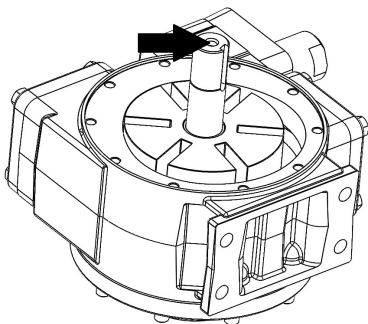

Figura 8 – Posizione per l'anello di sollevamento del rotore/albero
- a. Rimuovere il tappo della valvola (1) e ruotare la vite di regolazione (2) per diminuire la pressione sulla molla.
- b. Rimuovere le viti a tappo del coprivalvola (5) e il coprivalvola (4).
- c. Rimuovere la guida della molla (7), la molla (8) e la valvola (9) dal foro della valvola.
- 11) Rimuovere il gruppo magnete condotto (52) e la chiave (35A). Appoggiare il gruppo magnete condotto su una superficie non magnetica, e lontano da altri componenti magnetici.
- 12) Sfilare l'interno testata (20) dall'estremità bagnata dell'albero (13) e metterla da parte. Per sfilare la testata potrebbe essere necessario esercitare una piccola leva intorno al diametro esterno, nel caso risulti difficile toglierla. Rimuovere e smaltire l'o-ring (72).
- 13) Rimuovere le palette (14). Controllare eventuali usure.
- 14) Rimuovere con attenzione il rotore/albero (13) dal cilindro della pompa. Per aiutare la rimozione è possibile installare un anello di sollevamento (filettatura 5/16-18 UNC) all'estremità del rotore/albero. Vedere figura 8. Assicurarsi che il rotore/albero non sia danneggiato e che non danneggi il cilindro, la boccola o la testata.
- Installare il nuovo o-ring del copricuscinetto (26) nella scanalatura dell'esterno testata. Posizionare il copricuscinetto (27) sulla testata. Lubrificare i tappi a vite del copricuscinetto (28) con un composto antigrippante di buona qualità e installarlo. Applicare una coppia come descritto di seguito.
- Ispezionare le palette (14) e le asticelle di spinta (77) per verificarne usura e danni, ed eventualmente sostituirle come di seguito descritto:
- Le asticelle di spinta DEVONO essere installate nel cilindro della pompa prima del rotore e dell'albero (13). Per fare ciò, mantenere il rotore e l'albero verticali con l'estremità più corta verso il basso. Vedere Figura 8 per l'individuazione del gancio di sollevamento (di aiuto per l'installazione). Far scorrere le asticelle di spinta nei corrispondenti fori del rotore, quindi inserire il rotore/albero nell'estremità aperta del cilindro pompa. Vedere Figura 8 per l'individuazione del gancio di sollevamento (di aiuto per l'installazione). Evitare di far cadere il rotore/albero o danneggiare la boccola. Spingere il rotore verso il punto di tenuta mentre lo si cala, per aiutare a guidare l'albero nella boccola. Vedere Figura 11.